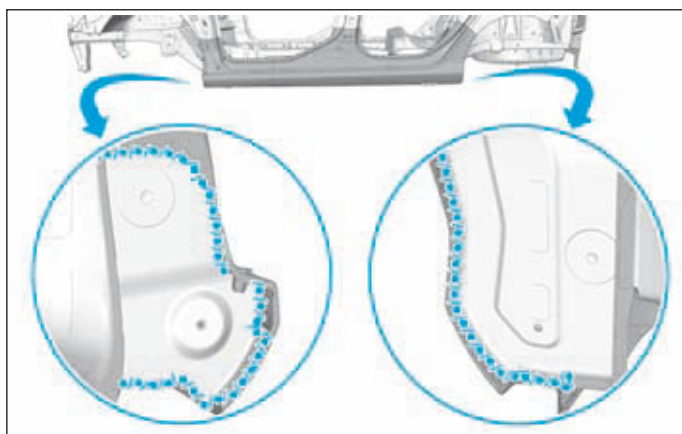
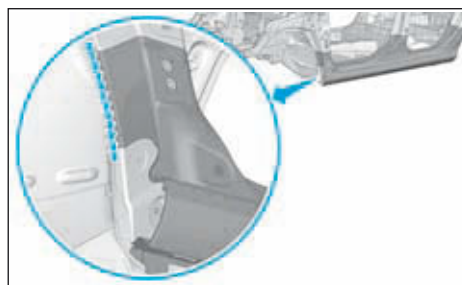

FIG.120
FIG.121
- Appliquer (Fig.120) et (Fig.121) :